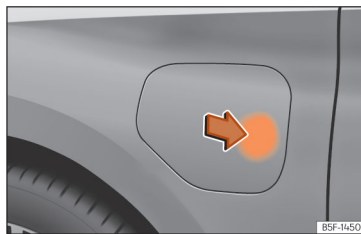

Fig. 56 Abertura da tampa da tomada de carregamento.
- Com o veículo desbloqueado, ao pressionar sobre a zona indicada da tampa de carregamento da bateria, esta abre-se »» **Fig. 56**.